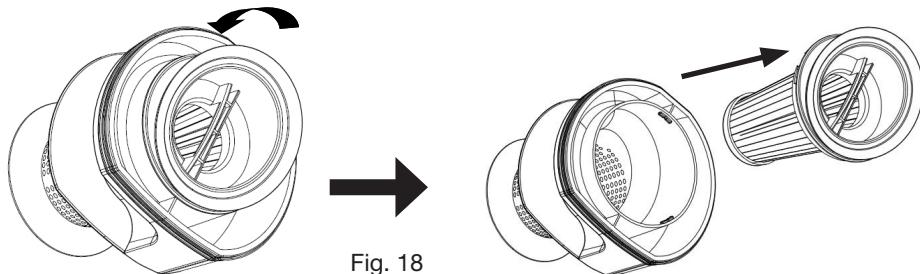

Fig. 18
- Verwijder het filter van het type HEPA door het licht tegen de klok in te draaien waardoor het losraakt (Fig. 18).